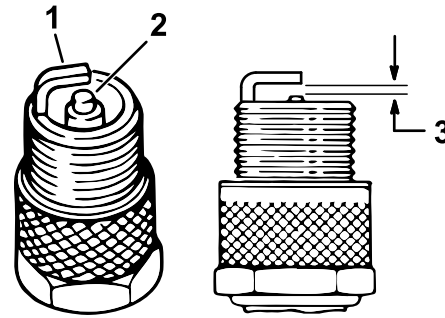

Figure 40
4. Vérifiez l'état des électrodes latérale et centrale, ainsi que de l'isolateur de l'électrode centrale (Figure 40).
5. Réglez l'écartement entre les électrodes centrale et latérale à 1 mm (0,04 po), comme montré à la Figure 40.